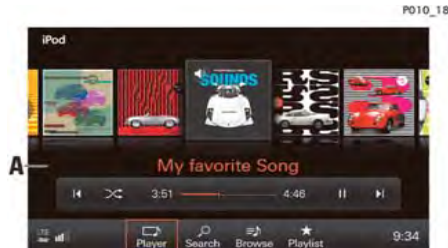

図256: 音楽の再生
2. カバーフロー・ビュー A (図256) で、希望のアルバムが中央に拡大表示されるまで左または右にスワイプしてください。